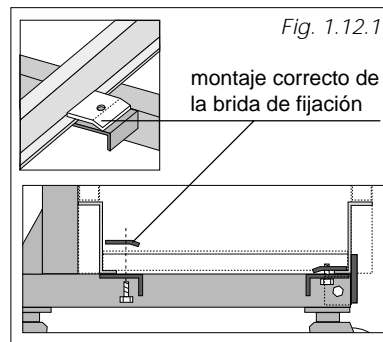

Fig. 1.12.1
- Atornillar las bridas de fijación (Fig. 1.12.1).